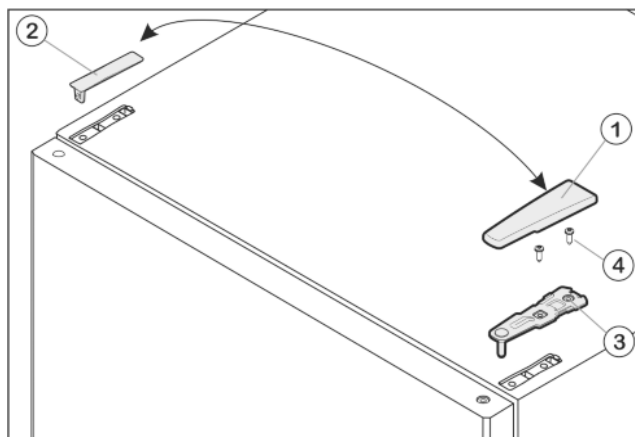

Fig. 7
- ▶ Відведіть кришку Fig. 7 (1) вперед і вгору.
- ▶ Зніміть кришку Fig. 7 (2).
- ▶ Викрутіть верхній опорний кронштейн Fig. 7 (3) (2 шт. Torx® 25) Fig. 7 (4) і відведіть вгору.
- ▶ Встановіть верхній опорний кронштейн Fig. 7 (3) в дверцята на новий бік шарніра.
- ▶ Прикрутіть верхній опорний кронштейн (з моментом 4 Нм) гвинтами (2 шт. Torx® 25) Fig. 7 (4). Попередньо зробіть отвори для гвинтів або використовуйте викрутку з акумулятором.
- ▶ Встановіть і зафіксуйте кришку Fig. 7 (1) та кришку Fig. 7 (2) з протилежного боку ззовні.